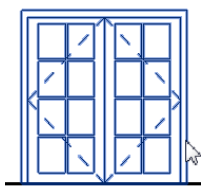

图 1-54 高亮显示
- **预先选择:** 设置在将鼠标指针移动到绘图区域中的图元时, 用于显示高亮显示的图元的颜色, 如图 1-54 所示。单击颜色按钮可在“颜色”对话框中指定高亮显示颜色。